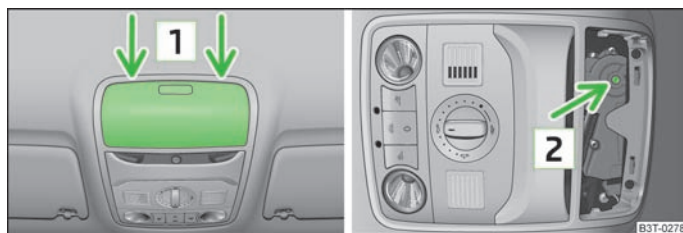

Fig. 28 Imagine din plafon/punct de aplicare a cheii
Când instalația este defectă, trapa glisantă/rabatabilă poate fi închisă respectiv deschisă manual. Acționarea de urgență a trapei glisante se află sub compartimentul pentru ochelari **1** » fig. 28.
- Introduceți o șurubelniță de cca. 5 mm lățime în fantă, cu atenție, în locul marcat cu săgeți **1** » fig. 28.
- Introduceți o cheie imbus de 4, până la capăt, în orificiul **2** » fig. 28 și închideți respectiv deschideți trapa glisantă/rabatabilă.